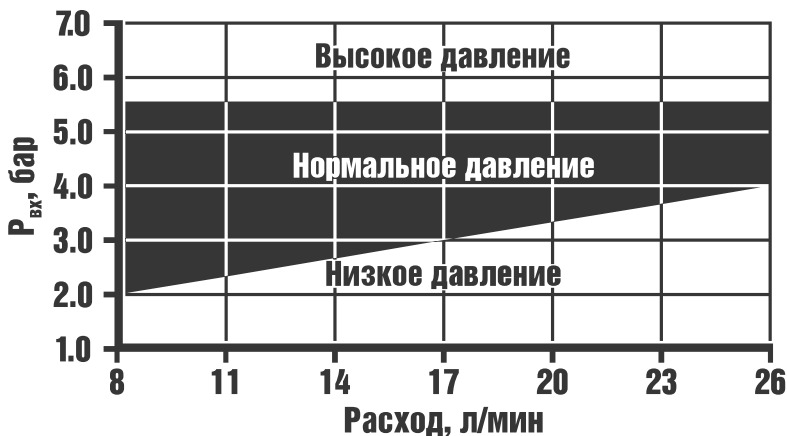

Рисунок 2 - Зависимость давления от расхода.
7.5 Открыть вентили баллонов. При помощи установленных на баллонах редукторов, с учетом расхода смеси, отрегулировать давление дозируемых газов. Величина давления дозируемых газов должна соответствовать значениям, расположенным в области «НОРМАЛЬНОЕ ДАВЛЕНИЕ» (Рисунок 2).